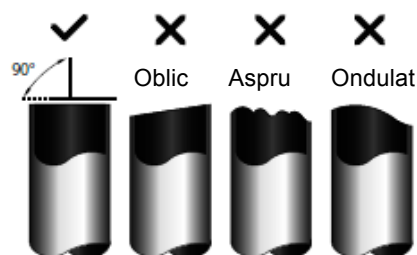

Fig. 5.1
- Consultați Fig. 5.1 pentru exemple proaste de tăiere.